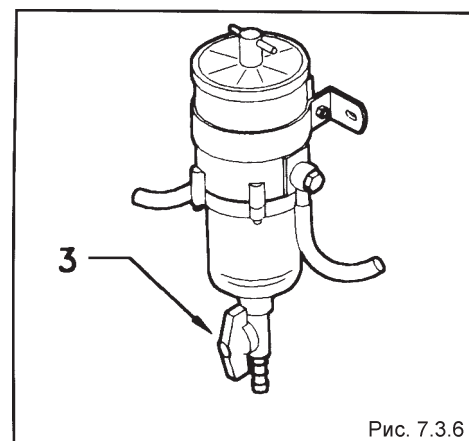

Рис. 7.3.6
Ослабьте барашковую гайку (3), расположенную с нижней стороны стеклянной емкости (см. рис. 7.3.6) и подождите, пока вся жидкость стечет. После этого снова плотно закрутите гайку и проверьте, нет ли утечки.